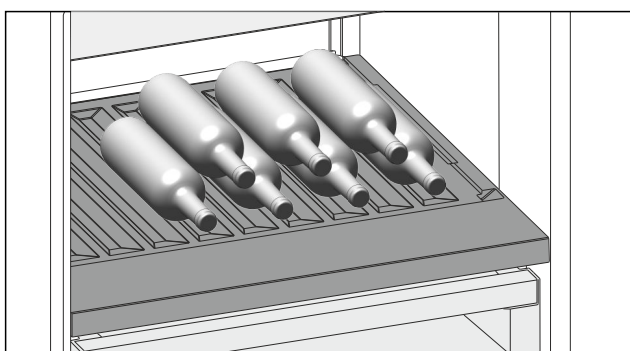

Fig. 171 Ilustrační zobrazení
- Láhve ukládejte dnem dozadu k zadní stěně. (viz Fig. 171)